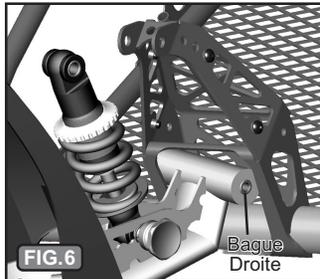

FIG. 6 Bague Droite alignée à l'ouverture en haut à droite de la tour des amortisseurs.
**C)** Afin de rentrer la bague du côté droit dans la tour, alignez la bague avec le haut du côté droit de l'ouverture de la tour tel que cela est illustré par la Fig. 6 et faites-la tourner vers l'avant. Le pivot devrait maintenant être dans la tour des amortisseurs. Vous installerez le boulon pivot après avoir installé le boulon de l'amortisseur supérieur.